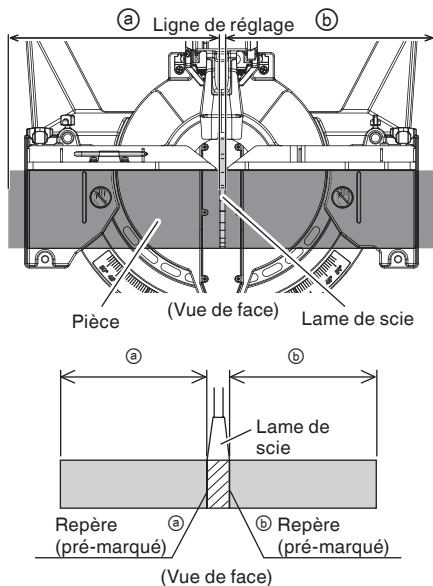

Fig. 20
- (1) Comme indiqué à la Fig. 20, la largeur de la lame est la largeur de coupe. En conséquence, glisser la pièce vers la droite (vue de la position de l'opérateur) pour obtenir la longueur **b**, et sur la gauche pour obtenir la longueur **a**.